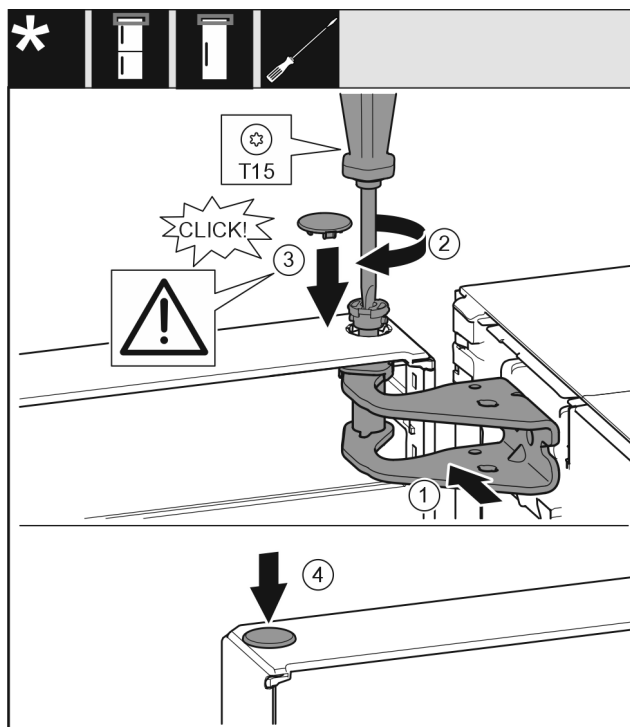

Fig. 56
- Poravnajte gornja vrata prema otvoru u podlošku ležaja Fig. 56 (1).
- Umetnite svornjak Fig. 56 (2) i pritegnite ga odvijačem.
- Postavite poklopac Fig. 56 (3).
- Provjerite da poklopac Fig. 56 (3) naliže na vrata.
- Postavite poklopac Fig. 56 (4).